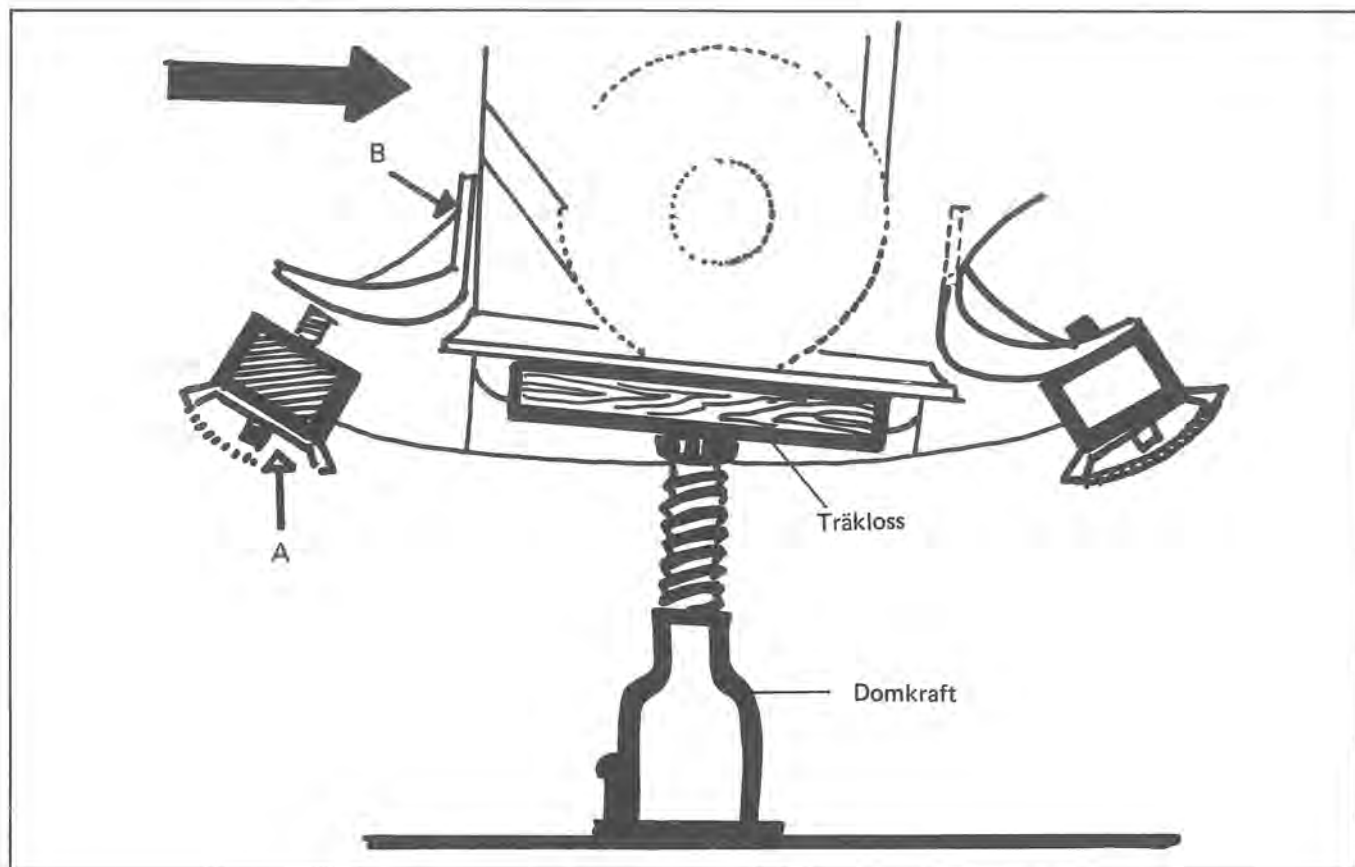

Fig. 2. Pressa motorns överdel så långt det går. Byt gummikudden.
3. Tag bort gummikuddarnas undre och övre muttrar. Är de undre rost- och smutsskadade bör du börja med dem så har du de övre som hjälp med mothåll. (Fig 2).
6. Pressa nu från ovasidan för hand över motorns överdel så långt det går åt motsatt sida (se fig 2.). Den närmaste gummikudden kan nu bytas ut mot en ny.
3. Sänk försiktigt motorn och se efter att gummikuddarnas skruvar är placerade i underdelen av undre fästets ovala hål. (Fig 2 A).
4. Drag fast undre och övre muttrar med fjäderbrickan närmast muttern. Kontrollera med $\frac{1}{2}$ " (13 mm) nyckel motorns fäste för gummikuddarna, (fig 2 B).